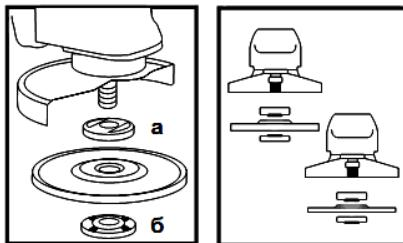

Рисунок 2
4.4 Встановіть на виріб абразивний шліфувальний або відрізний круг. Для цього натисніть на кнопку фіксації шпинделя (1) і поверніть шпиндель до фіксації. За допомогою вилочного ключа з комплекту виробу відверніть і зніміть затисну гайку (б) (див. рис. 2). Встановіть шліфувальний диск на посадкове місце фланцевої шайби (а) (рис. 2), накрутіть затисну гайку на шпиндель і затягніть її ключем з комплекту виробу.